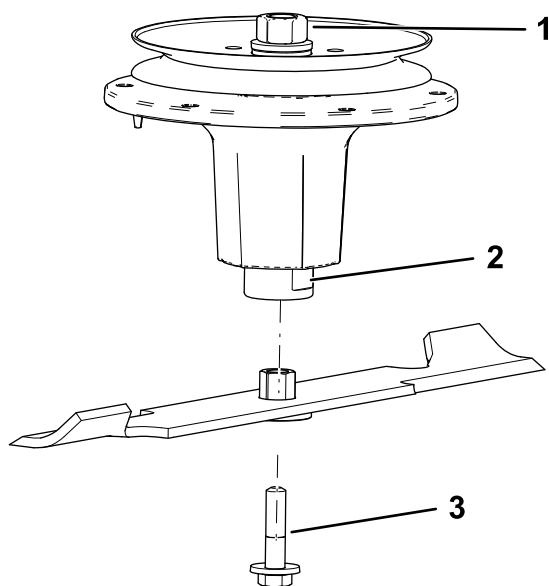

Figure 84
2. Installez l'ensemble douille/lame sur l'axe de pivot (Figure 84).